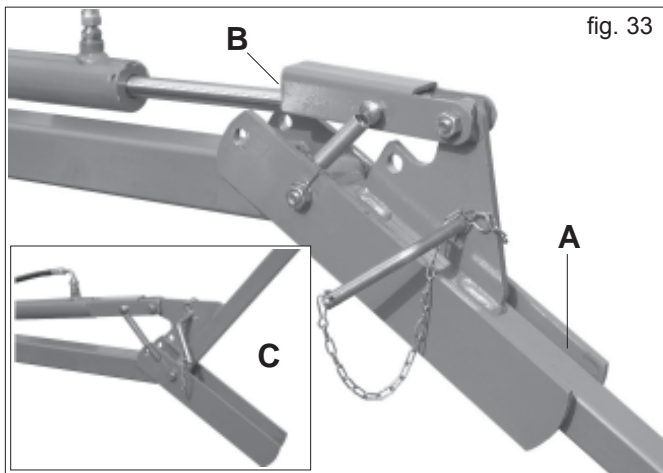

fig. 33
- 3) Accionar la instalación hidráulica llevando los brazos de la grada hasta el tope (A Fig. 33).
- 5) Asegurarse que los soportes de fijado esté bien colocados a lo largo del vástago del cilindro (B Fig. 33).
Esta última operación permite, durante las fases de vuelta cuando se llega al límite del campo o de cualquier otra maniobra con la máquina alzada respecto al suelo, de levantar parcialmente la grada cubresemilla (C Fig. 33) y de colocarla correctamente durante el sucesivo descenso de la sembradora.